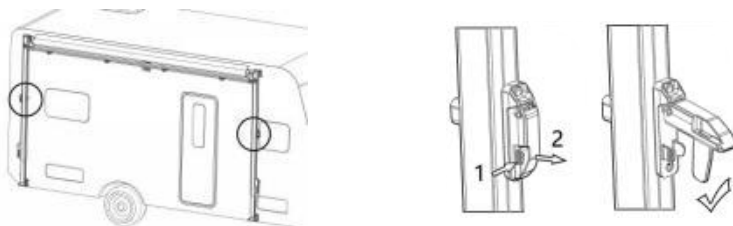

Figure D1
1. Déverrouillez les verrous de sécurité situés au milieu des deux barres de support (appuyez et tournez), puis desserrez les vis de la barre de tension. (Figure D1)
Faites pivoter la tige de support vers l'intérieur et enclenchez-la dans le support de montage inférieur pour la transformer en support de carrosserie. (Figure D1 3)
2.2 Tirez sur le verrou de levage situé au bas des tiges de support des deux côtés et appuyez sur la tête de verrouillage pour rétracter la tige de support. (Figure D1 4)